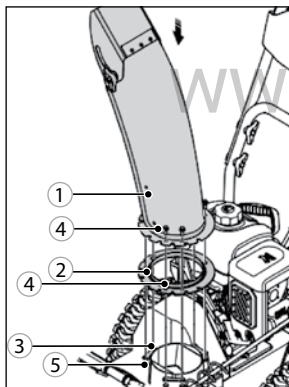

Рис. 14
1. Установите поворотный желоб 1 на специальное кольцо 2 и закрепите на пластине 3 с помощью болтов 4 и гаек 5 (рис. 14).